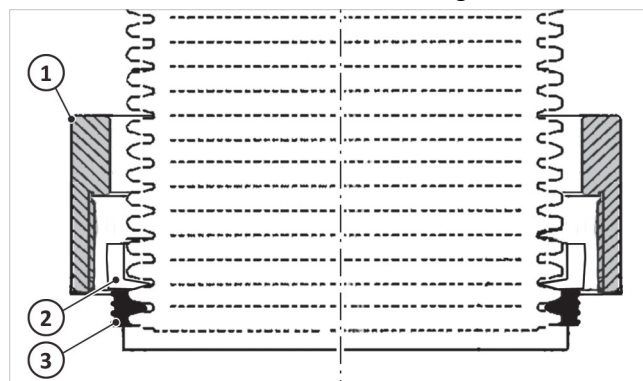

Fig. 10 : raccord vissé en place
3. Comme indiqué sur la → fig. 10 faites glisser l'écrou-raccord (1), le circlip (2) et le joint (3) sur l'extrémité inférieure du raccord d'évacuation des gaz.
5. Mettez en place le raccord d'évacuation des gaz (cf. → fig. 10) avec écrou-raccord pointant vers le bas.